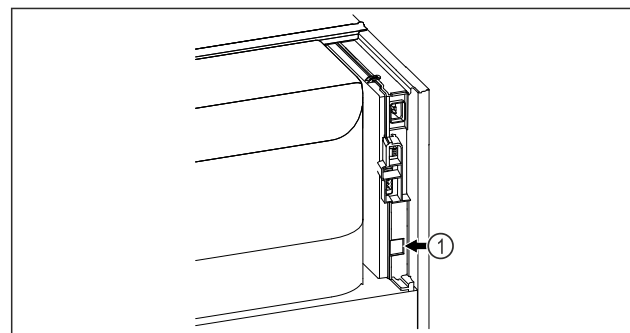

Fig. 62
- SmartModule Fig. 62 (1) è inserito.